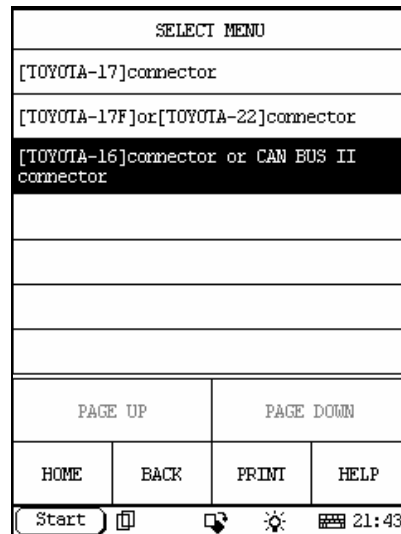

图 2
- 3.[TOYOTA-16]connector or CAN BUS II connector。如图 2 所示：